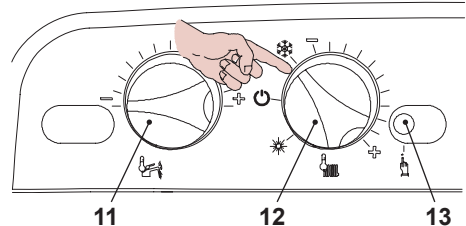
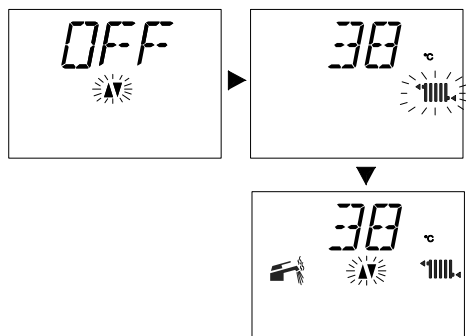

Fig. 6.6
Fig. 6.7
- Ruotare il selettore di funzione 12 come indicati in Fig. 6.6, la caldaia è nella funzione "attesa inverno" nel LCD comparirà l'indicazione visiva riportata nella Fig. 6.7.